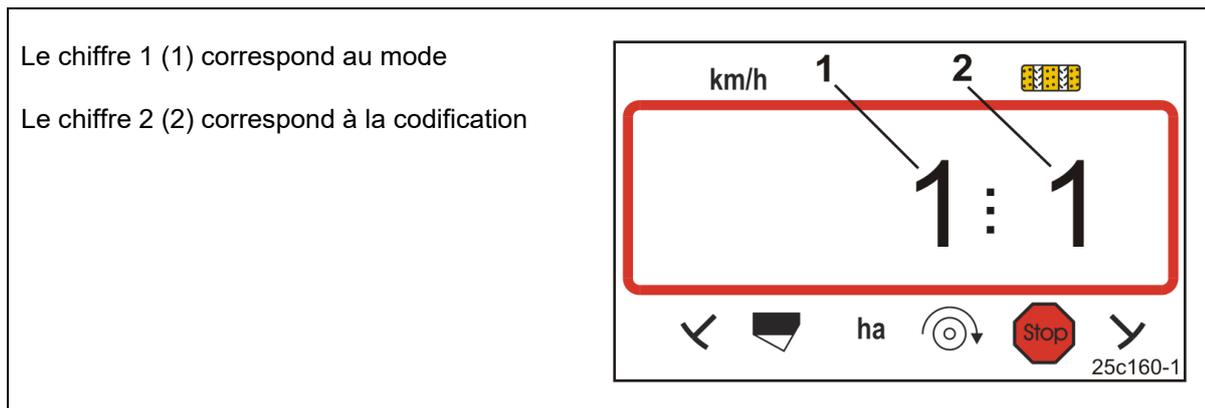

Fig. 14
Le terminal de commande requiert la saisie des données machine sous forme codée (voir Fig. 14). Relevez les données machine sur le tableau (voir chap. "Tableau des données machine", en page 37).
- Ouvrir le mode 1 (voir Fig. 14).